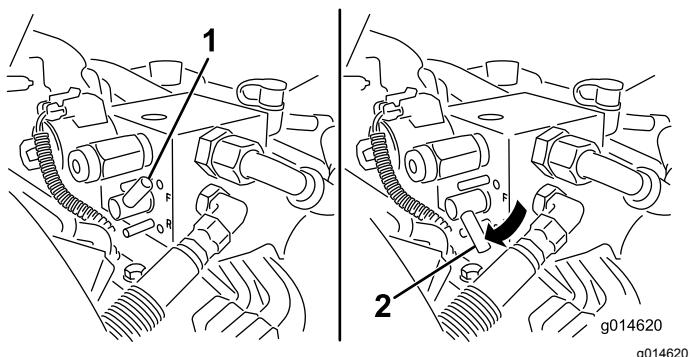

Bild 50
5. Drehen Sie den Läpphebel auf **RÜCKWÄRTS** (R) (**Bild 50**).